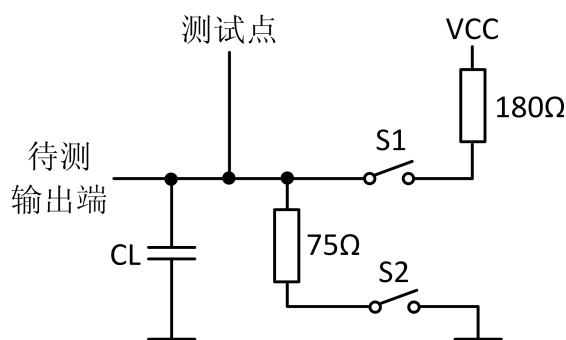

图1. 开关特性测试电路
(1) 测试条件是 $V_{CC}=5V$, $T_A=25^{\circ}C$ 。
(2) 除非特别说明，每个输出端的关断态即高阻态。
(3) 测试电路如图 1，其中 CL 包括了探针和插座的寄生电容；输入信号由波形发生器提供，且输入信号应当满足： $PRR \leq 1MHz$, $Z_0 \approx 50\Omega$, $t_r \leq 15ns$, $t_f \leq 6ns$ ；每个使能端都是单独测试的。